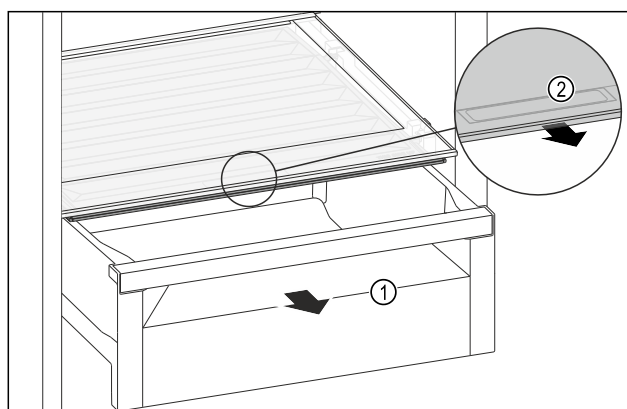

Fig. 161
- Zásuvku Fig. 161 (1) vytáhněte.
- Uchopte prohlubeň pro rukojeť Fig. 161 (2) na víku zásuvky a současně zatáhněte za víko zásuvky směrem dopředu.